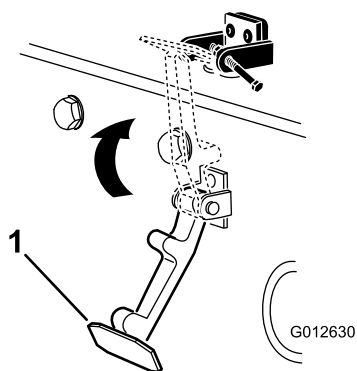

**Figura 7**
8. Montate il bullone nell'altro braccio della staffa del fermo del cofano per bloccare il fermo in posizione (Figura 7). Serrate il bullone ma non serrate il dado.